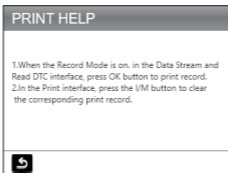

Figure 9.1.4
4. Sélectionnez AIDE À L'IMPRESSION (Figure 9.1.4), puis appuyez sur [OK] pour afficher les instructions d'impression des rapports de test.